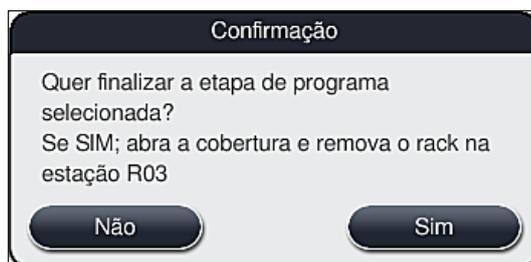

Fig. 93
5. Na mensagem de informações a seguir (→ "Fig. 93"), confirme o cancelamento do programa com o botão **Sim** ou retorne à tela do status do processo com **Não**.
As informações na mensagem (→ "Fig. 93") devem ser atendidas imprescindivelmente.